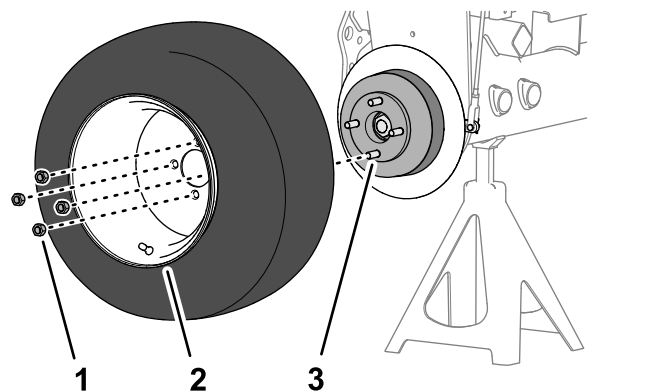

Bild 88
1. Montieren Sie das Rad mit den vier Radmuttern (**Bild 88**) an der Nabe und ziehen Sie die Radmuttern handfest an.